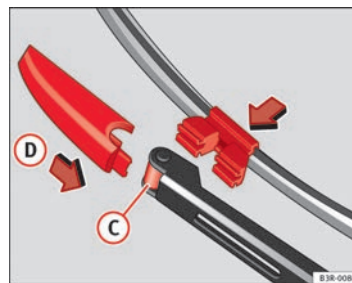

Abb. 174 Wischerblatt befestigen
- Das neue Wischerblatt in die Aufnahme des Scheibenwischerarms ⇒ Abb. 174 **(C)** einsetzen.